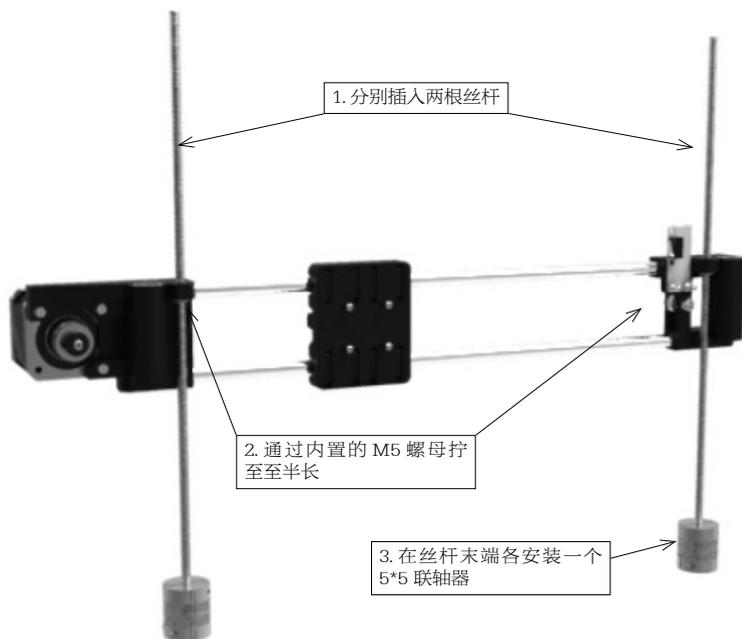

图 3-45 安装 X 轴上的丝杆
(2) 在 X End Motor 和 X End Idler 上的对应孔中各穿过 1 根 M5*300mm 的丝杆，将其拧到中间的位置；然后在丝杆的末端安装 5*5 的联轴器（Coupling），如图 3-45 所示。